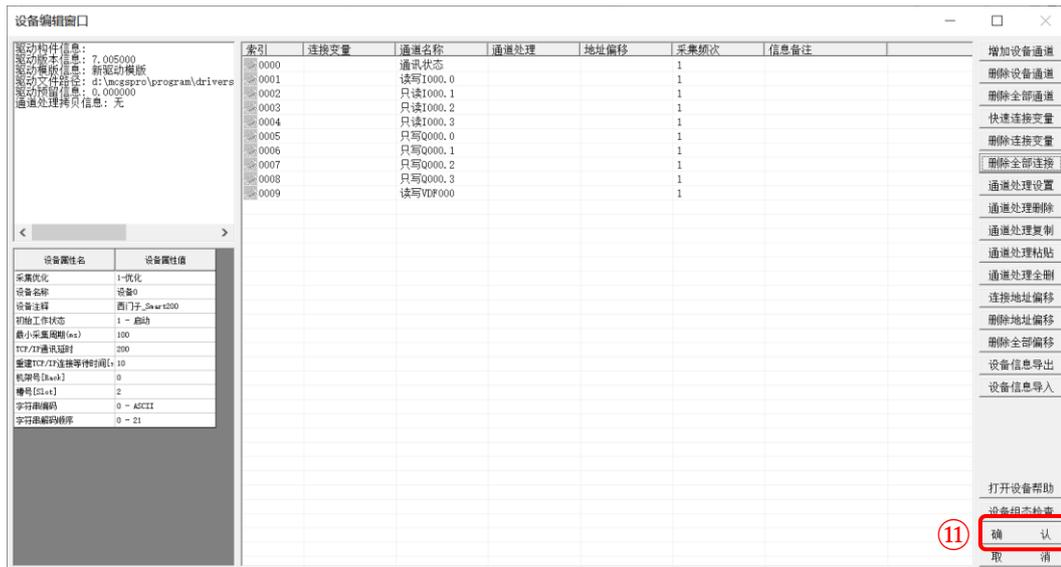

图 3.5-9 通道添加完成
- ⑪ 创建好通道后，【设备编辑窗口】如图 3.5-9 所示。点击【确认】保存及关闭窗口。